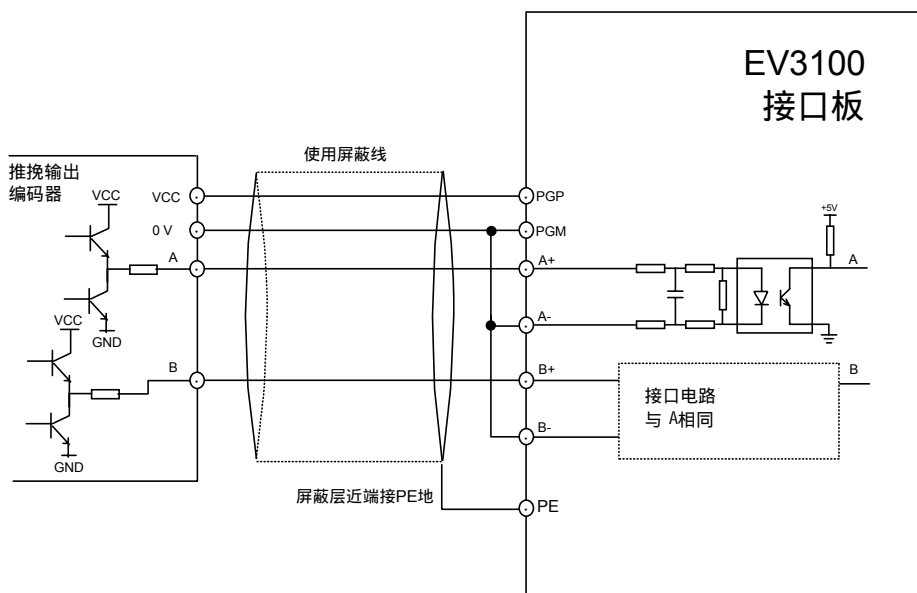

图3-27 推挽信号PG 接线示意图
2. PG输出信号为推挽信号，与接口板端子的连接如图3-27所示：